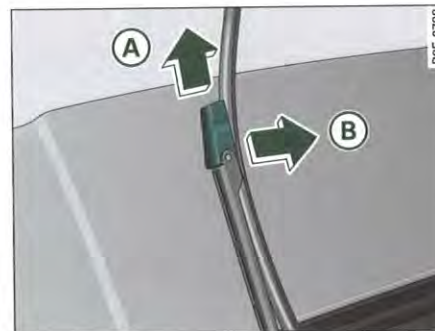

Fig. 82 Retrait du balai d'essuie-glace
- Poussez le dispositif de verrouillage du balai d'essuie-glace dans le sens de la flèche ⇒ page 86, fig. 82 (A). Pour ce faire, maintenez le balai d'essuie-glace.
- Retirez le balai d'essuie-glace (B) hors de la fixation sur le bras d'essuie-glace.